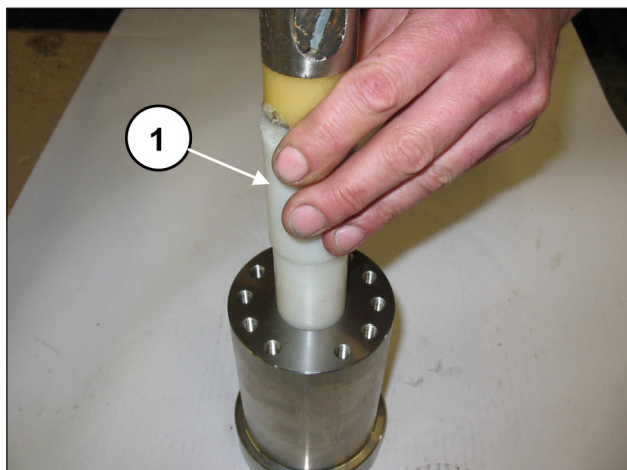
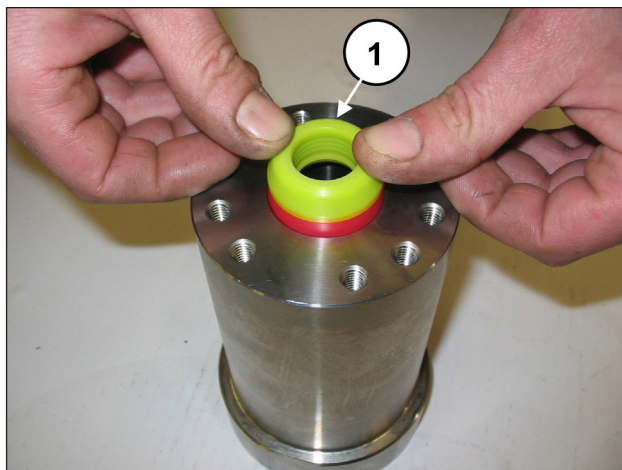
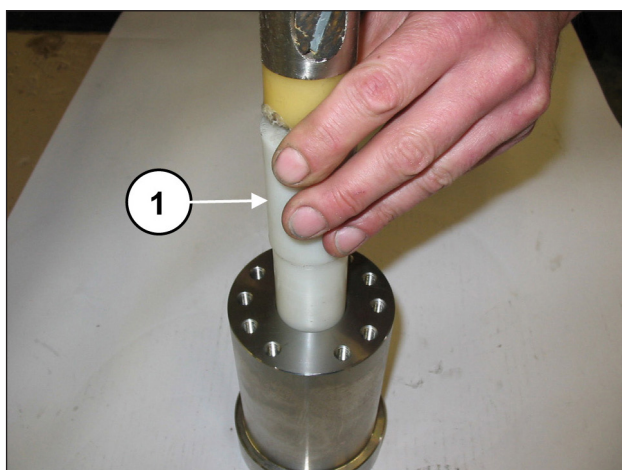

Fig. 117
Fig. 118
Fig. 119
Per un corretto posizionamento assiale della bussola utilizzare l'apposito attrezzo (cod. 27921100 per SM14, cod. 27921200 per SM16, cod. 27921300 per SM18, cod. 27911200 per SM20, cod. 27911400 per SM22 e cod. 27911500 per SM24) (pos. ①, Fig. 117 e Fig. 118).
Introdurre il pacco H.P. (alta pressione) (pos. ①, Fig. 118); data la leggera interferenza tra la tenuta e la camicia per evitare eventuali danneggiamenti si consiglia l'utilizzo dell'apposito attrezzo (cod. 27673200 per SM14, SM16 e SM18, cod. 27673300 per SM20, per SM22 e per SM24) (pos. ①, Fig. 119).